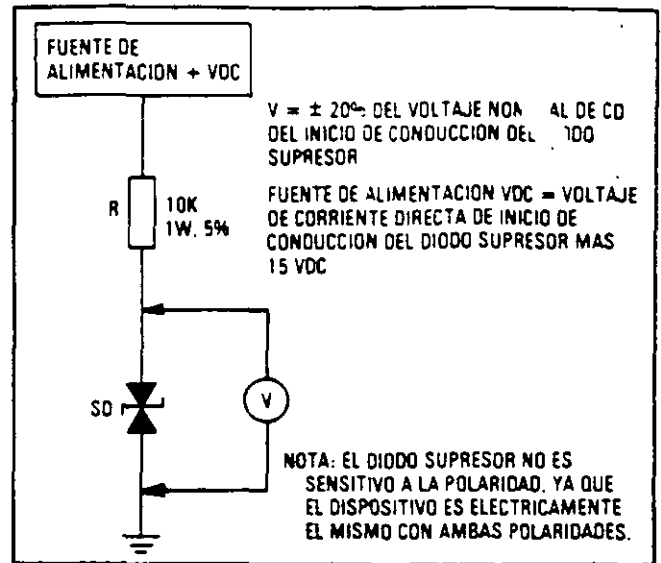

FIG. 4. CIRCUITO DE PRUEBAS DE DIODOS SUPRESORES, THYRECTORES Y VARISTORES DE OXIDO DE METAL.
- Conecte el circuito de prueba que se muestra en la Fig. 4. El voltaje de la fuente de alimentación debe ser ajustado a 15 voltios arriba del voltaje de corriente directa de iniciación de conducción del diodo supresor.
- Desconecte la fuente de alimentación e invierta las conexiones terminales del diodo supresor conectado en la Fig. 4. Repita los procedimientos dados en los Pasos 3 y 4.